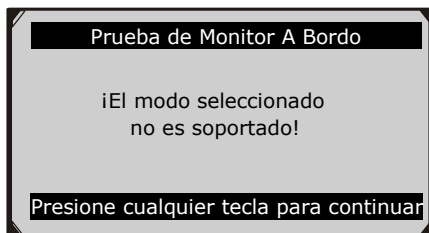

Figura 6.28
- Si el vehículo bajo prueba no soporta el modo, se mostrará un mensaje de aviso en la pantalla. (Figura 6.28)